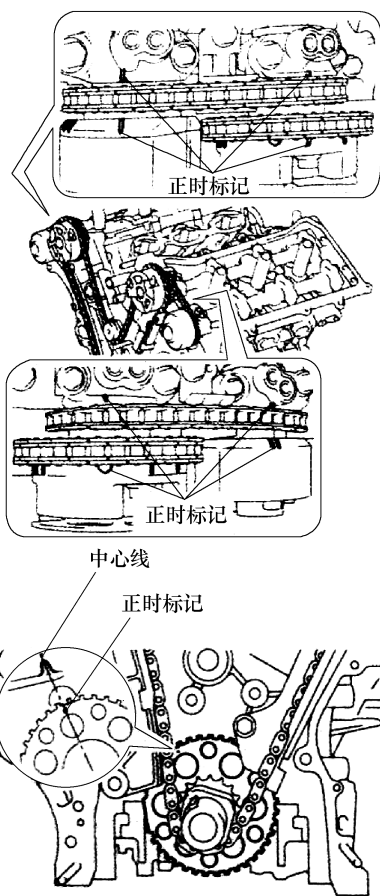

图 1-149 正时对准检查
③ 用两个螺栓安装 1 号链条张紧器总成。
④ 从 1 号链条张紧器总成上拆下六角扳手。检查并确认各正时标记在压缩行程上止点位置时对准曲轴，见图 1-149。
⑤ 拆下带轮固定螺栓。